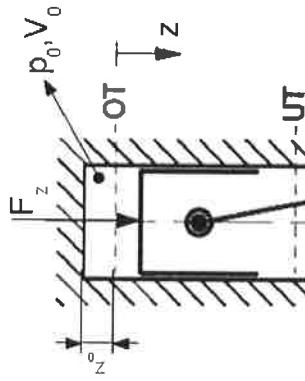

Figure 2: Kinematik des Kurbeltriebs
Wir betrachten einen Zylinder eines modernen 4-Zyl. 4-Takt Dieselmotors (Figure 2). Die 4 Takte umfassen jeweils eine halbe Umdrehung und sind: Arbeitstakt, Ausstoßen, Einsaugen, Verdichten. Im oberen Raum zwischen Kolben und Gehäuse befindet sich ein Gas. Wenn der Kolben im oberen Totpunkt (OT) steht ($\varphi = 0^\circ$) entzündet sich das Gas mit Zünddruck $p_0 = 200 \cdot 10^5 \text{ Pa}$ und Volumen $V_0 = A \cdot z_0$. Durch den Gasdruck $p(z) = \frac{F(z)}{A} = \frac{\text{Kraft}}{\text{Fläche}}$ wird der Kolben nach unten gedrückt. Die Expansion des Gases sei in unserem vereinfachten Beispiel Isotherm, d.h. $p(z) \cdot V(z) = p_0 \cdot V_0 = \text{const.}$